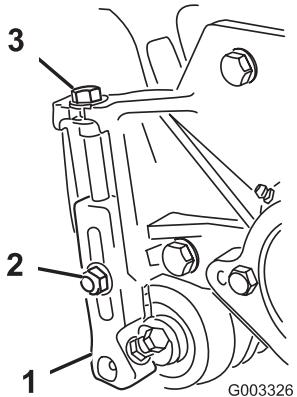

Figure 13
- Desserrez les contre-écrous de fixation des bras de hauteur de coupe aux plaques latérales du plateau de coupe (Fig. 13).